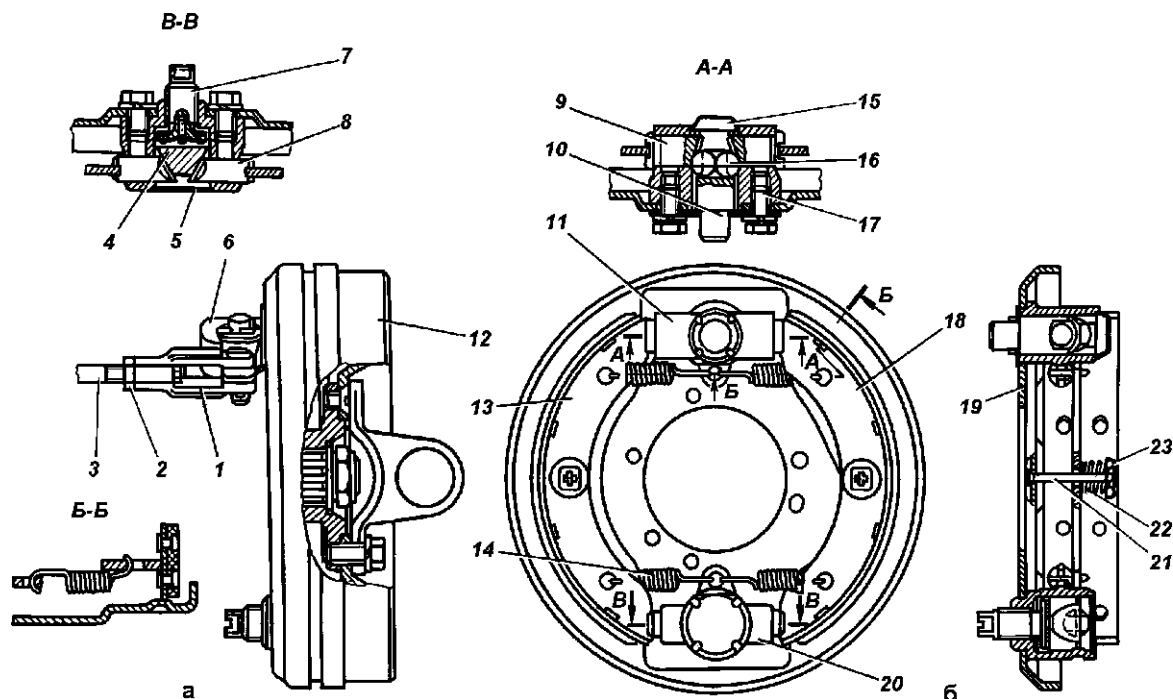
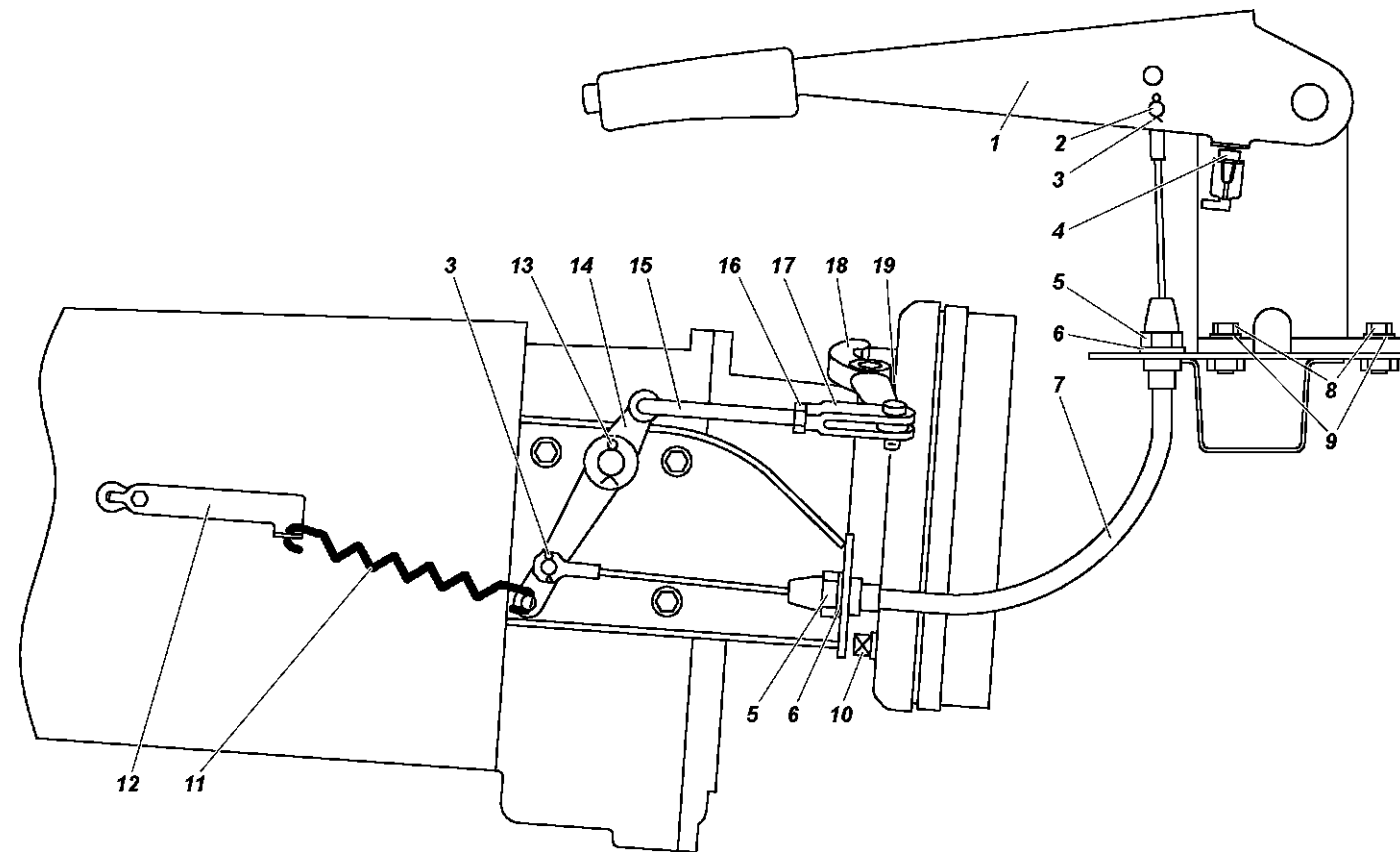

Рис. 13.11. Стояночный тормозной механизм:
Рис. 13.12. Привод стояночного тормозного механизма:
Стояночная тормозная система состоит из стояночного тормозного механизма (рис. 13.11) и его привода (рис. 13.12).
Регулировку производите, когда рабочий ход рычага 1 (см. рис. 13.12) становится более половины его максимального хода.
4. Снимите стяжные пружины 14 (см. рис. 13.11) и тормозные колодки 13 и 18.
1. Установите рычаг 1 (см. рис. 13.12) в крайнее нижнее положение.